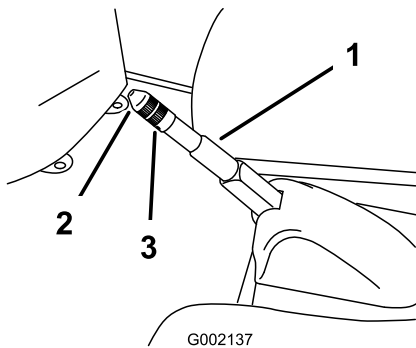

Figura 36
2. Afloje el tornillo de fijación que sujeta el pomo a la palanca del freno de estacionamiento (Figura 36).